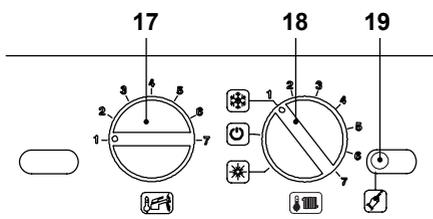

Figura 5.3
- Prima di alimentare elettricamente la caldaia posizionare la manopola 18 come indicato in Figura 5.3.
- Per settare il funzionamento della modalità Antilegionella, bisogna entrare in programmazione tenendo premuto per 15 secondi il pulsante di ripristino 19 in Figura 5.3 sino alla comparsa del parametro **P01** sul display LCD; sul display LCD compare la seguente visualizzazione (alla sequenza **P01** si alterna ---)
- Premere il pulsante di ripristino 19 in Figura 5.3 per lo scorrimento dei vari paramet